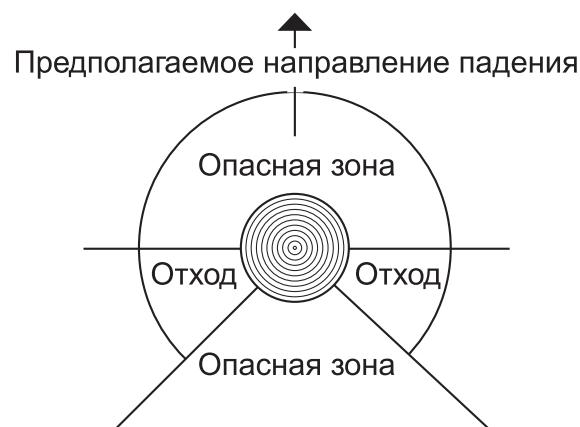

Рисунок 13 — Опасная зона при валке дерева
- Уберите подлесок вокруг дерева, наметьте и расчистите путь отхода, принимая во внимание любое препятствие или помехи (камни, ветви, ямы и т.п.). Ваша линия отхода (см. рис. 13) должна вести от ожидаемой линии падения под углом назад.
- Опасная зона — это зона окружающая дерево диаметром, равным 2,5 его длины (см. рис. 13). Убедитесь, что во время валки в этой зоне нет людей.